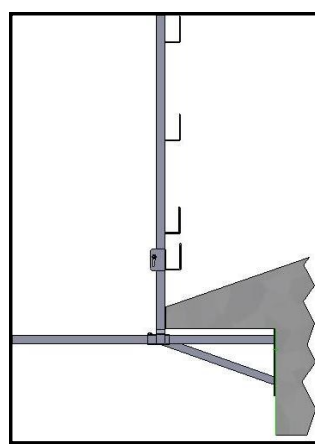

fig.6
- Procedere con l'inserimento del montante verticale facendolo scorrere fino alla posizione più vicina possibile al manufatto; avvitare quindi la vite ad aletta M10 x 20 in dotazione, facendo attenzione che questa entri nell'apposito foro in corrispondenza della posizione dell'asta verticale (fig. 6 a pag. 9);